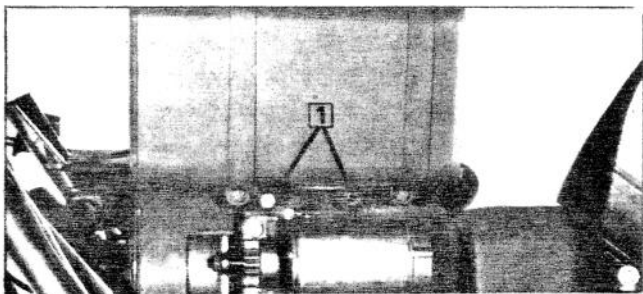

Figure 6
10. Enlevez les deux vis autotaraudeuses fixant le bas du support du réservoir à essence au moteur (Fig. 6). Ces mêmes vis seront utilisées plus tard pour le montage.